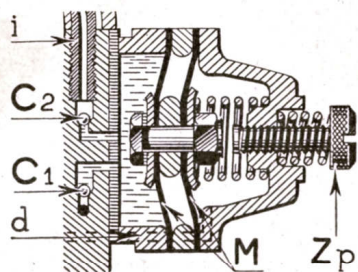

Fig. 34. — Détails de la pompe de reprise à membrane pour carburateurs de 26 et 30.
Le deuxième modèle de pompe s'appelle la pompe de reprise à membrane (fig. 34 et 35). Dans ce dispositif, il n'y a aucun élément mécanique en mouvement. En effet, sous l'action de la dépression intense qui se produit dans la tubulure d'admission lorsqu'on lâche l'accélérateur, une membrane (M) soumise à cette dépression qui se transmet par le canal (d) se déplace, ce qui provoque le remplissage d'une petite capacité en essence. Lorsqu'on appuie sur l'accélérateur, la dépression cessant d'agir sur la membrane, celle-ci, repoussée par un ressort, chasse la petite capacité d'essence dans le corps
du carburateur, provoquant ainsi l'injection d'essence nécessaire dans certains cas pour la reprise, à travers l'injecteur (i) (fig. 34 et 35).
ment de la membrane est à peu près nul et lorsque la vis est desserrée de 4 tours maximum, on obtient alors le plus grand déplacement possible de la membrane. Pour les carburateurs de 35 et 40 m/m (fig. 34), l'amplitude de la course n'est pas réglée par une vis, mais déterminée une fois pour toutes par la dimension du clapet (H).